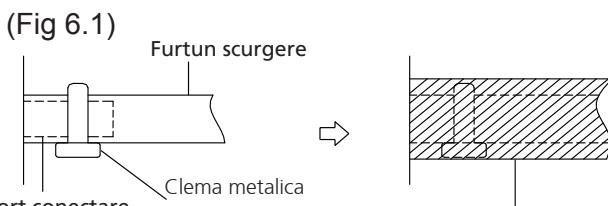

Fig. 6.1
- Conectati conducta la portul de conectare al unitatii. Izolati si strangeti cu o clema metalica (fig 6.1)